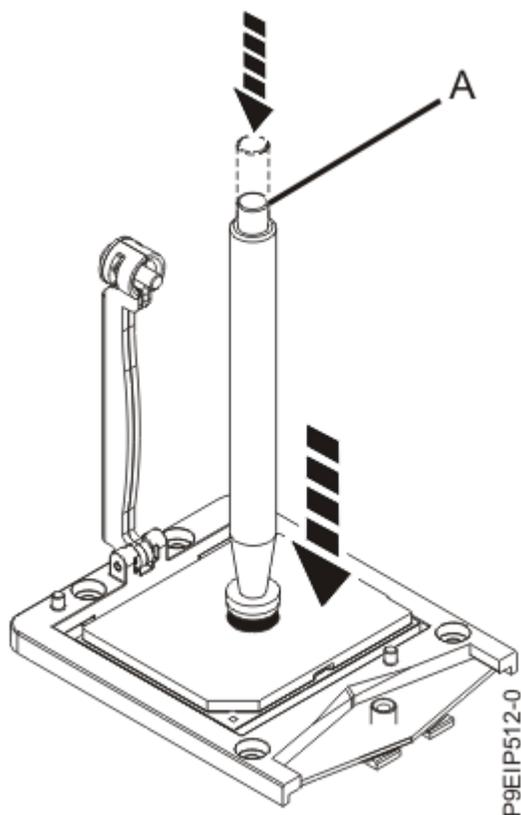

図 38: 取り外しツールをシステム・プロセッサ・モジュールの上を下ろす
8. 真空ペン・ツールを、取り付けるシステム・プロセッサ・モジュールの上を下ろします。ペン (A) の上部を完全に押し込み、ペンをシステム・プロセッサ・モジュールの中央に保持します (42 ページの図 38 を参照)。ペンの上部を放して、ペンをシステム・プロセッサ・モジュール上に固定します。